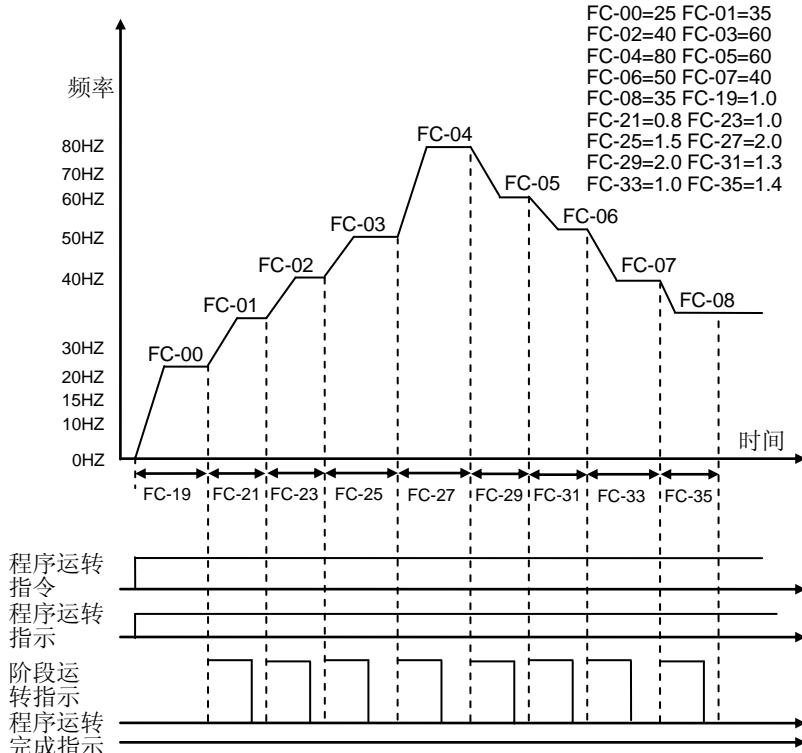

图 6-43A
- **动作说明：**如图 6-43A 所示，当 F0-02=1、FC-16=1、FC-17=9、FC-18=N 时，变频器从第一段频率（FC-00）开始运行，直到运行最后一段频率（FC-08），且一直运行最后一段频率，当接收到停止命令时停止运行。